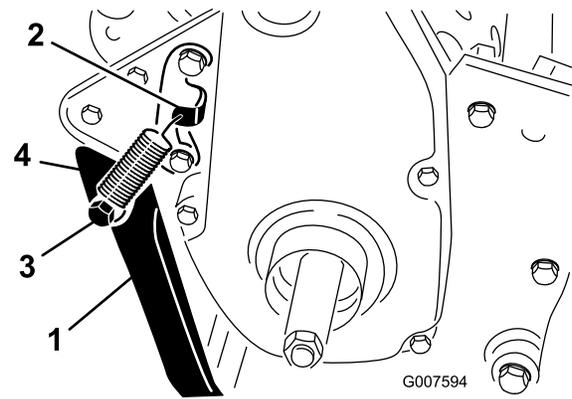

Figura 6
3. Sujete el caballete a cada lado del bastidor con un perno, una arandela de freno, un espaciador, una arandela plana y una contratuerca (Figura 6).
2. Enganche el muelle en el taladro del soporte y al anclaje, alineando el caballete con los taladros de montaje del bastidor trasero (Figura 6).